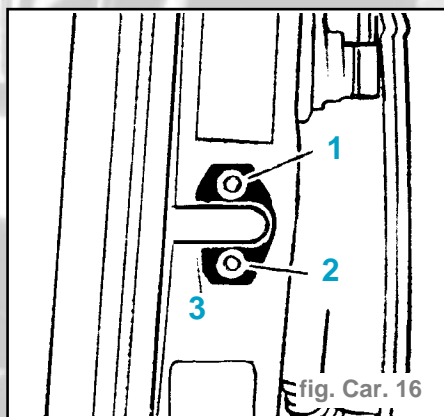

fig. Car. 16
- Desserrer la vis (1).
- Desserrer la vis (2) jusqu'à ce que la gâche puisse tout juste encore être déplacée en exerçant un effort modéré (fig. Car. 16).
- Desserrer la vis (1). Desserrer la vis (2) jusqu'à ce que la gâche puisse tout juste encore être déplacée en exerçant un effort modéré (fig. Car. 16).
**Attention :** Ne pas modifier le réglage en profondeur (3) de la gâche.
- Ouvrir la porte. Serrer les vis (1) et (2).